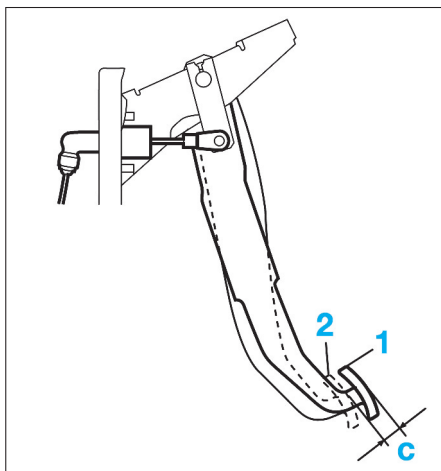

FIG. 2
Mesurer la hauteur (c) de la pédale d'embrayage (1) par rapport à la pédale de frein (2) (Fig.2).